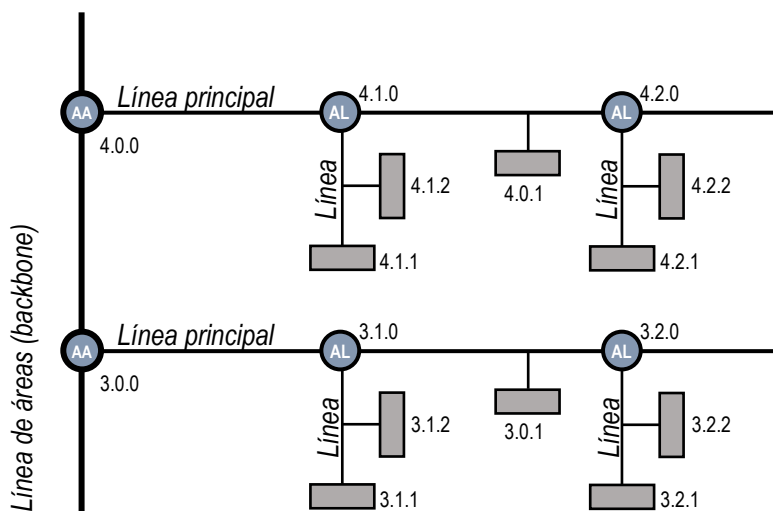

Figura 3 Acoplamiento de líneas
La Figura 3 representa un escenario típico. El ZMCoup RF podría instalarse en todos los nodos marcados como “AA” (acoplador de áreas) o “AL” (acoplador de líneas):
Ejemplo: en el ejemplo de la Figura 3, cuando el acoplador con dirección 3.2.0 lea en la línea principal un telegrama destinado al dispositivo con dirección física 3.1.2, comparará ambas direcciones y determinará que 3.1.2 no pertenece a la línea secundaria, por lo que no transmitirá el telegrama.
- *El dispositivo que genera el telegrama debe tener asignada una dirección física que realmente corresponda a su línea. En la Figura 3, si el dispositivo con dirección física 3.1.1 (por ejemplo, un programador USB-KNX) pasa a tener la dirección 7.7.255, no será capaz de hacer llegar telegramas a, por ejemplo, el dispositivo con dirección 4.0.1.*
- *Dado que la programación de los dispositivos se efectúa mediante telegramas dirigidos a direcciones físicas, para poder efectuar descargas sobre un dispositivo de una línea (por ejemplo, el 4.1.1 de la Figura 3) desde un programador instalado fuera de esa línea, es necesario que el acoplador permita pasar todas las direcciones físicas desde la línea principal.*